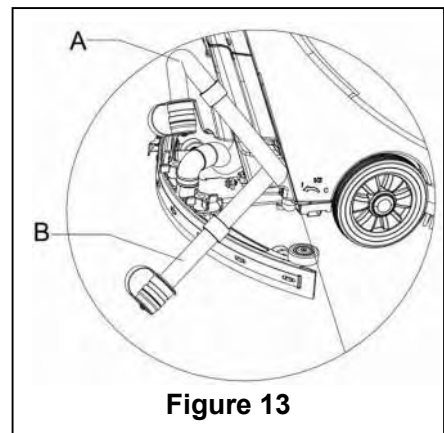

Figure 13
2. En utilisant la poignée de la raclette (14), soulevez la raclette.
4. Saisissez le guidon (2) et inclinez légèrement la machine vers l'arrière jusqu'à ce que la roue de guidage touche le sol. (Pour arrimer la machine, veuillez consulter les procédures de la partie arrêt de la machine.)
5. Retirez le tuyau de vidange du clip de fixation, pliez l'extrémité supérieure du tuyau de vidange (comme indiqué en **A, Figure 13**) puis ouvrez le bouchon du tuyau de vidange et abaissez le tuyau de vidange en position basse ou au sol pour vidanger l'eau. Vous pouvez également placer directement le tuyau de vidange en position basse ou au sol pour que la sortie d'eau soit orientée vers le bas (comme indiqué en **B, Figure 13**) puis tournez pour ouvrir le bouchon de vidange d'eau afin d'évacuer les eaux usées du réservoir. Une
Lors de la vidange des eaux usées, le flexible d'aspiration pour les déchets doit être plié ou abaissé à une position plus basse (comme représenté dans la Figure 13 A ou B) puis ouvrez le bouchon du flexible d'aspiration afin de vidanger l'eau. N'orientez pas la sortie du flexible d'aspiration pour les déchets vers le haut pour vidanger l'eau verticalement. Ceci afin d'éviter que les eaux usées se déversent sur l'opérateur.